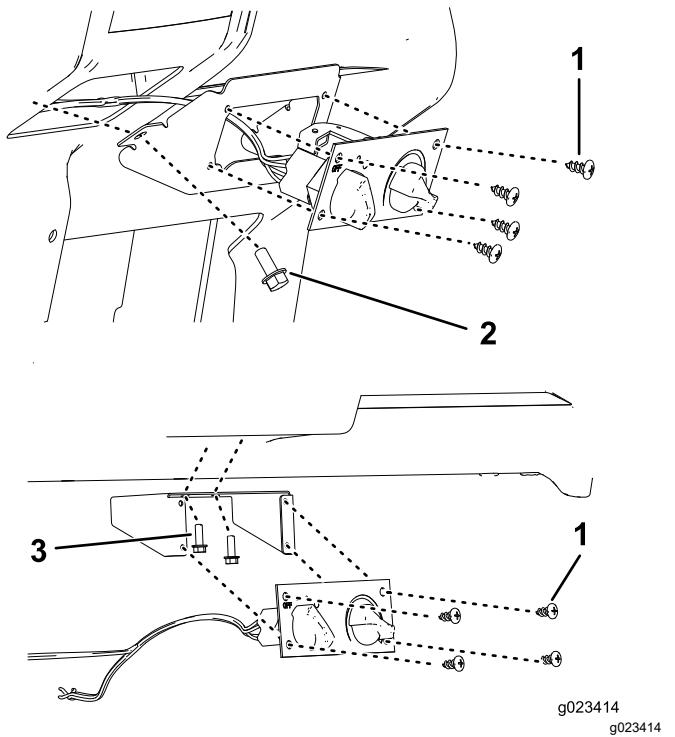

Bild 5
4. Befestigen Sie das Heizungsbedienelement mit vier Blechschauben an der Aufnahme für das Heizungsbedienelement (Bild 5).
5. Verbinden Sie das Heizungssteuerkabel und den schwarzen Kabelbaumverbinder mit der Heizungssteuerung und den weißen Kabelbaumverbinder mit der Heizung (Bild 5).
7. Befestigen Sie vier Bundkopfschrauben (5/16 x $\frac{3}{4}$ ") vorne in der Halterung für die Heizungssteuerung und entweder zwei Schrauben (5/16" für die HD-Modelle) an der Seite der Halterung oder zwei Schrauben ($\frac{1}{4}$ " für die MD-Modelle) an der Innenseite oben an der Halterung, abhängig von Ihrem Fahrzeugmodell (Bild 5).